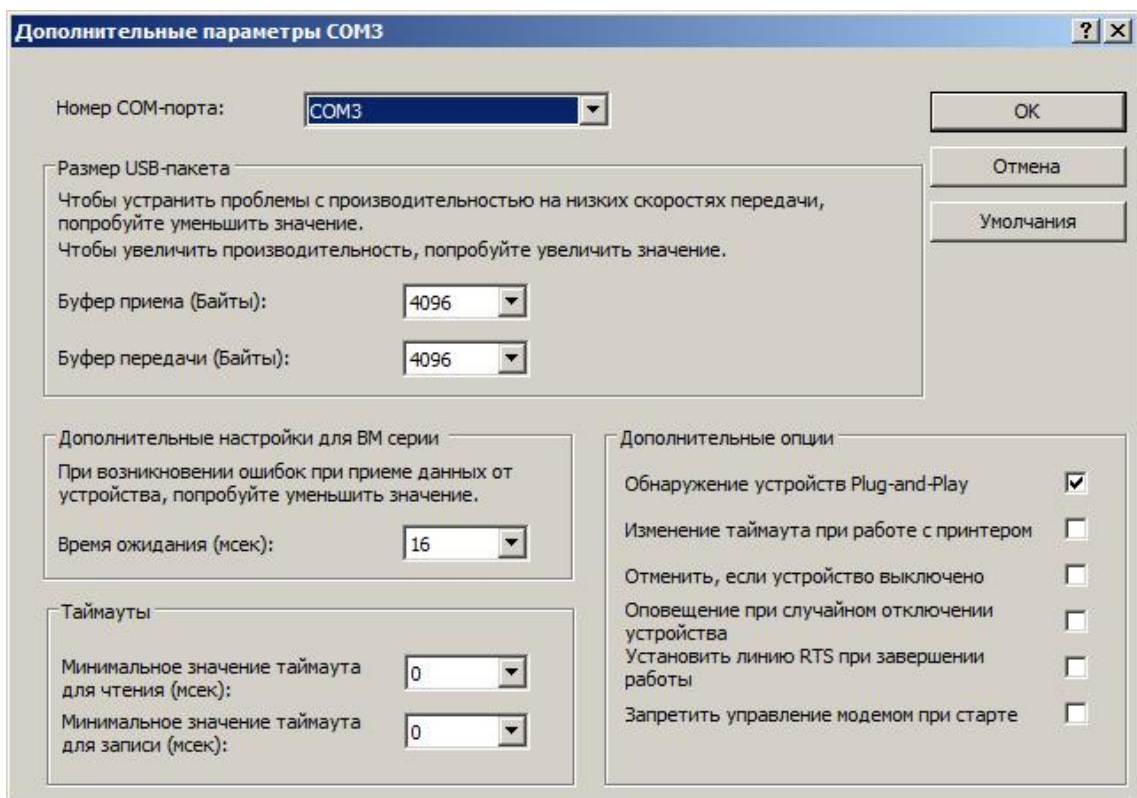

Рисунок 3 - Смена номера COM порта
- выберите из выпадающего списка номер COM порта меньший или равный 40 (рисунок 3).